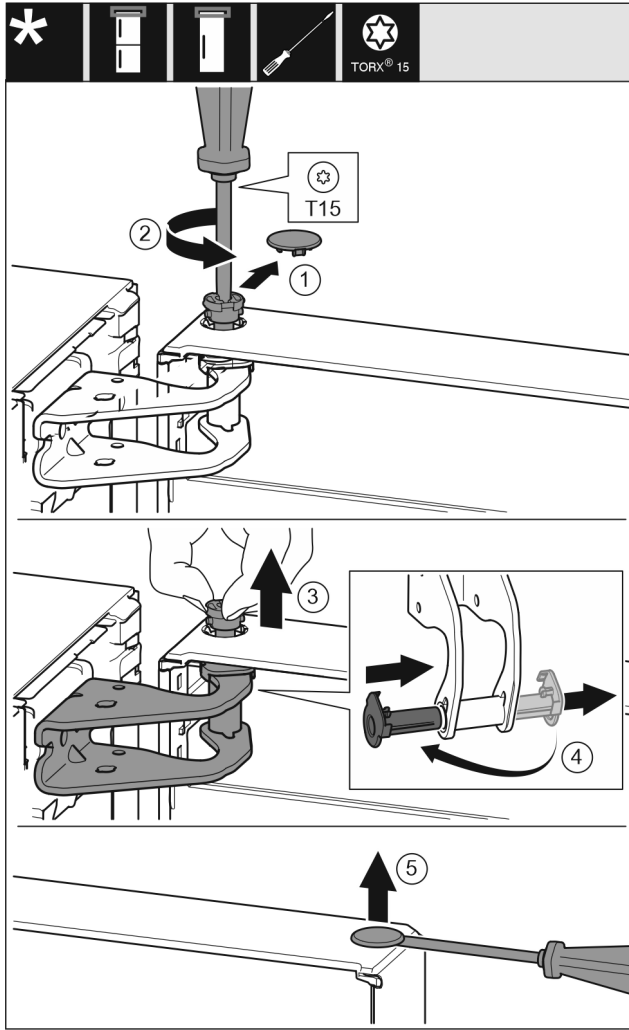

Fig. 9
- ▶ Vedä suojakansi varovasti irti. Fig. 9 (1)
- ▶ Kierrä tappia T15-ruuvimeisselillä hieman ulos. Fig. 9 (2)
- ▶ Pidä kiinni ovesta ja vedä tappi ulos sormien avulla. Fig. 9 (3)
- ▶ Vedä laakeriholkki ulos ohjaimesta. Aseta toiselta puolelta paikoilleen ja anna lukittua. Fig. 9 (4)
- ▶ Kohota ovilaakeriholkin nastaa varovasti uraruuvimeisselillä ja vedä se ulos. Fig. 9 (5)